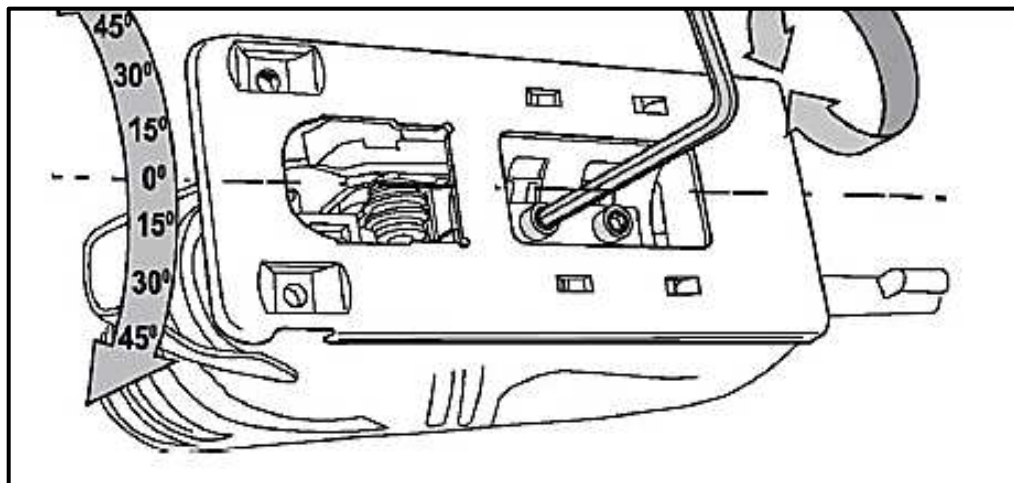

Рис. 2
5.1.2 Пиляння під нахилом. (Рис.2)